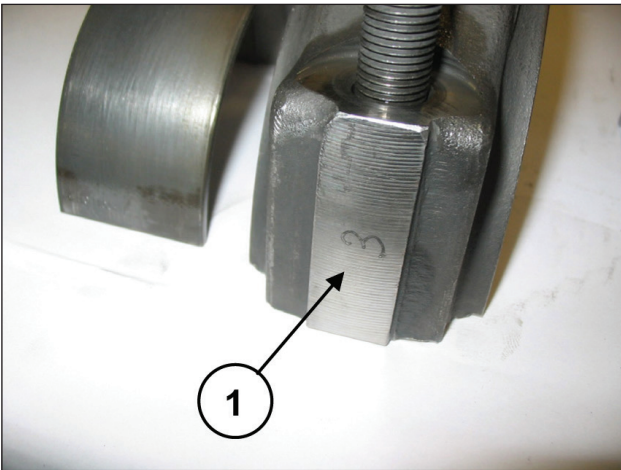

Fig. 34
Accoupler les demi-bielles aux chapeaux préalablement démontés en respectant la numérotation (rep. ①, Fig. 34).
Désassembler les chapeaux des demi-bielles ; pour les accoupler correctement, respecter la numérotation présente sur un côté (rep. ①, Fig. 34).